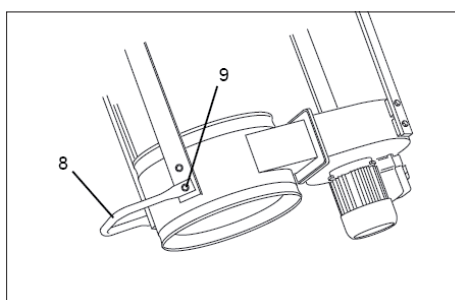

Рис.6
- Установите пластиковую планку (1) между корпусом фильтра и стойкой.
- Установите ручку, как показано на рис.6